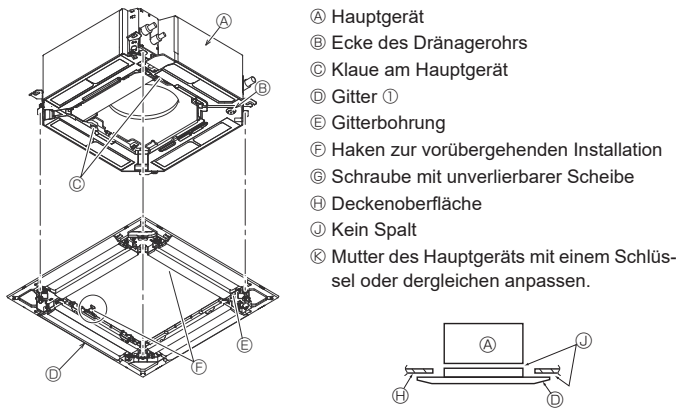

Fig. 7-6
7.4.2. Vorübergehende Installation des Gitters (Fig. 7-6)
- Das Gitter durch Anziehen der vorinstallierten Schrauben am Hauptgerät fixieren. (Fig. 7-6)
Darauf achten, dass sich zwischen dem Hauptgerät und dem Gitter oder zwischen dem Gitter und der Deckenoberfläche kein Spalt befindet. (Fig. 7-6)